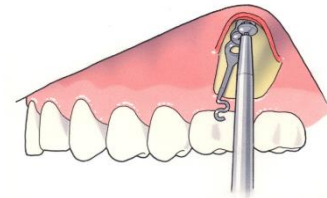

Fig. 3
La plaque d'ancrage peut être précourbée délicatement pour que la plaque épouse parfaitement la forme de l'os cortical. La courbure est limitée entre les trous supérieur et inférieur. Introduire la première vis autoperceuse (Surgi-Tec recommande une longueur de 5 mm, Ø 2.0 mm, ref. 70-505S) dans le trou central mais sans la serrer complètement pour pouvoir donner un peu de rotation à l'ancrage. Insérer la deuxième vis autoperceuse dans le trou supérieur. (Surgi-Tec recommande une longueur de 7 mm, Ø 2.0 mm, ref. 70-507S). Insérer la troisième vis autoperceuse dans le trou inférieur (Surgi-Tec recommande une longueur de 5 mm, Ø 2,0 mm, réf. 70-505S) (Fig.3).